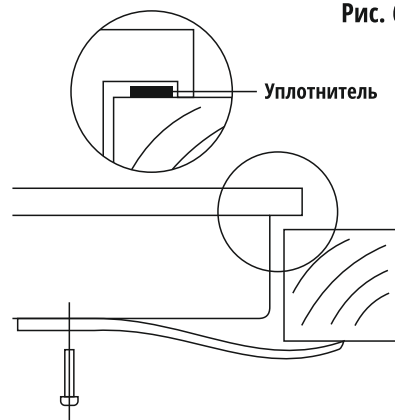

Рис. 6
- Закрепите варочную поверхность соответствующими зажимами-фиксаторами и шурупами, как показано на диаграмме. После затяжения всех шурупов излишки уплотнения можно удалить (см. рис. 6).